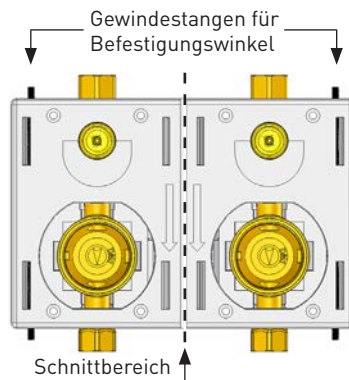

Bild 10 (Trennung zum Monoblock)
- Montageblock Duo vor Ort trennbar zum Monoblock (Bild 10).